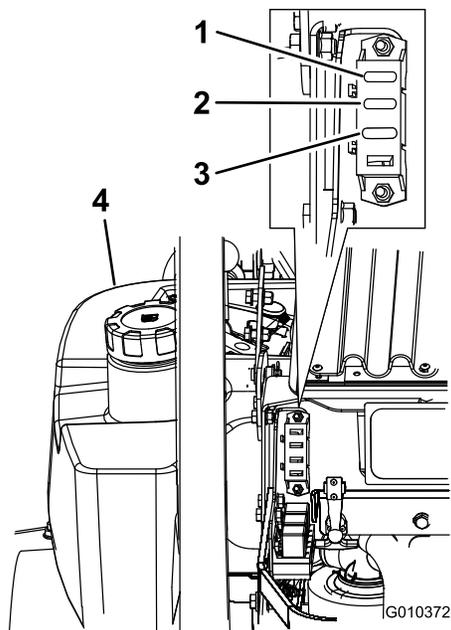

Figura 53
1. Sbloccate il cofano del motore ed alzate per accedere al portafusibili (Figura 53).
3. Montate un fusibile nuovo (Figura 53).